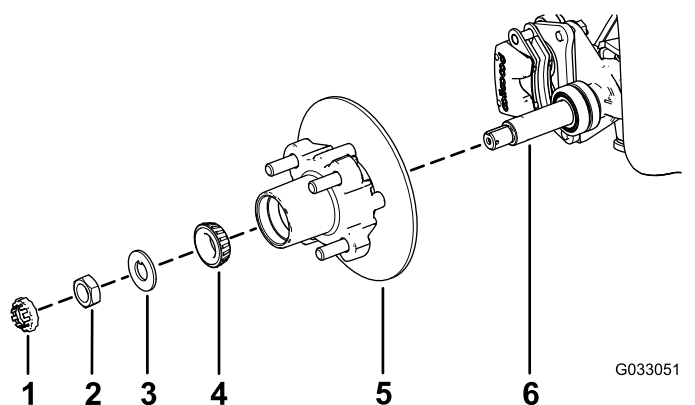

Figura 27
1. Aplique una ligera capa de grasa del tipo especificado en el eje (Figura 27).
2. Monte el cubo y el rotor en el eje con el rotor hacia dentro (Figura 27).
3. Monte el cojinete exterior en la mangueta y acople el cojinete al anillo de rodadura exterior (Figura 27).
4. Monte la arandela con pestaña en la mangueta (Figura 27).
5. Enrosque la tuerca en el eje y apriete la tuerca a 15 N·m (11 pulgadas-libra), girando el cubo para asentar el cojinete (Figura 27).
2. Alinee las pastillas de freno en cada lado del rotor (Figura 23) y los taladros del soporte de la pinza con los taladros de montaje del freno de la mangueta (Figura 27).